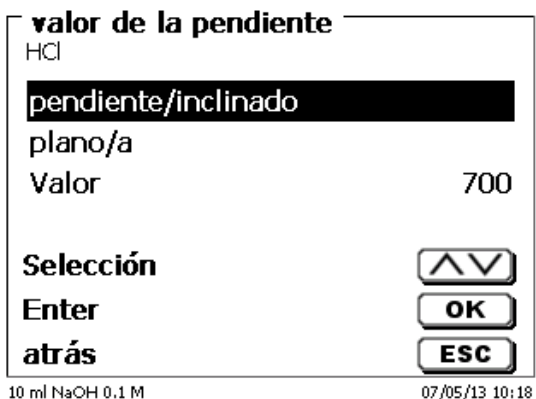

Fig. 156
Si se ha activado el reconocimiento del punto de equivalencia (EQ) puede fijarse el valor de pendiente para mismo (Fig. 156).